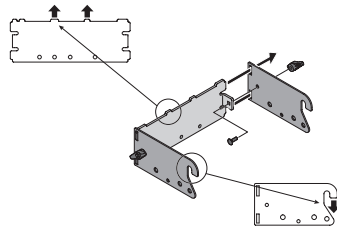

Figura 1
1. Fije los dos soportes laterales del enganche al soporte de soporte trasero (conjunto de soporte del enganche del motociclista 689-00304A) utilizando dos tornillos de transporte (710-0276) y pomos de ala (720-04122) de hardware pack 689-02364. Ver Figura 1.
NOTA: Los ganchos sobre las ménsulas laterales deben apuntar hacia abajo y las lengüetas sobre la placa trasera hacia arriba como se muestra en la Figura 1.